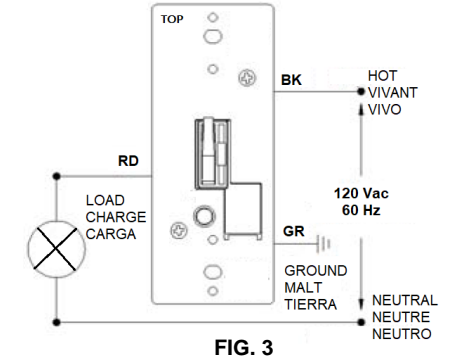

FIG. 3
- 6A. Câblage unipolaire.** Raccorder les fils conformément au diagramme (FIG. 3) comme suit :
- 6A. Cableado unipolar.** Conectar los cables según el diagrama (FIG 3) de la siguiente manera:
6A. Single pole wiring. Connect wires per diagram (FIG 3) as follows: